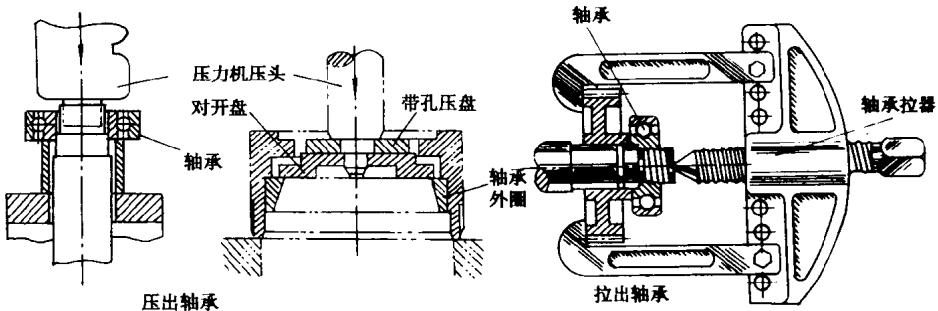

图 0-5 轴承拆卸工具
(2)轴承拆卸工具 在拆卸轴承等过盈配合零件时,若过盈量较小,可采用拉器进行拆卸;若过盈量较大时,应采用压力机进行拆卸(如图 0-5 所示)。